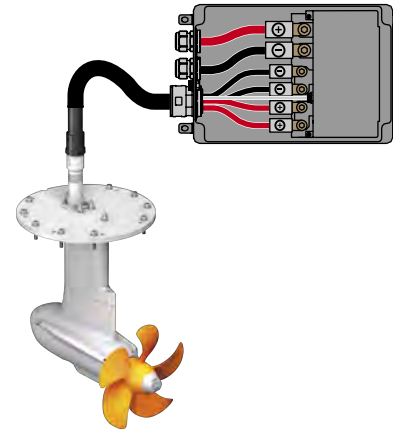

Fig. 53: Bekabeling elektronica-box
1. Draai de schroeven (1) van de elektronica-box los, om deze te openen.
4. Sluit de vermogenskabels aan op de overeenkomstig gemarkeerde polen (rood=+, zwart=-; 10 Nm), zie "**Fig. 53: Bekabeling elektronica-box**".
5. Sluit de motorkabel op de aansluiting van de motorsturing (6) aan.